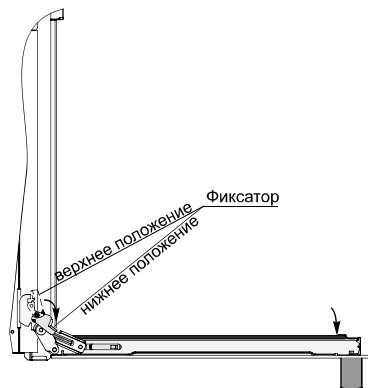

рис. 9
Для снятия дверцы нужно (см. рис. 9,10,11):
2. Повернуть фиксатор шарнира в крайнее нижнее положение см. рис. 9;